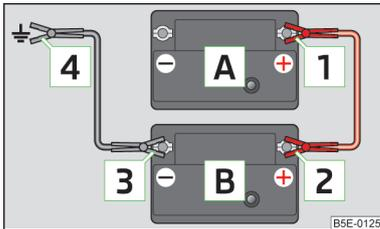

Abb. 203
- Die Klemme **1** am Pluspol der entladenen Batterie **A** » Abb. 203 befestigen.